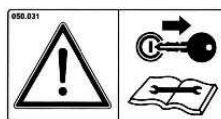
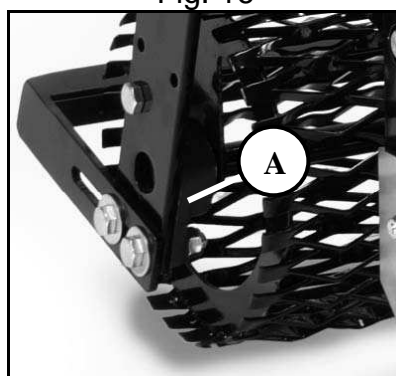

Fig. 15
Fig. 17
3. Contrôler le niveau d'huile de lubrification dans le réducteur (uniquement modèles **MTZ 135-150-170-190**) à l'aide du bouchon transparent situé sur le côté du réducteur (Fig. 15 – Réf. A) ; la quantité d'huile est suffisante si elle est visible à travers le bouchon. En cas de nécessité de remplissage de l'huile, utiliser le bouchon situé sur la partie supérieure du réducteur (Fig. 15 – Réf. B).
2. Contrôler le niveau de la graisse dans la cuve à travers le bouchon prévu à cet effet (Fig. 17 – Réf. A) ; cette opération doit être faite lorsque la machine a déjà travaillé quelques minutes.
4. Contrôler le niveau du lubrifiant dans le corps principal de la fraise (Fig. 17 – Réf. A) et dans la boîte du réducteur (Fig. 15 Réf. A et B).